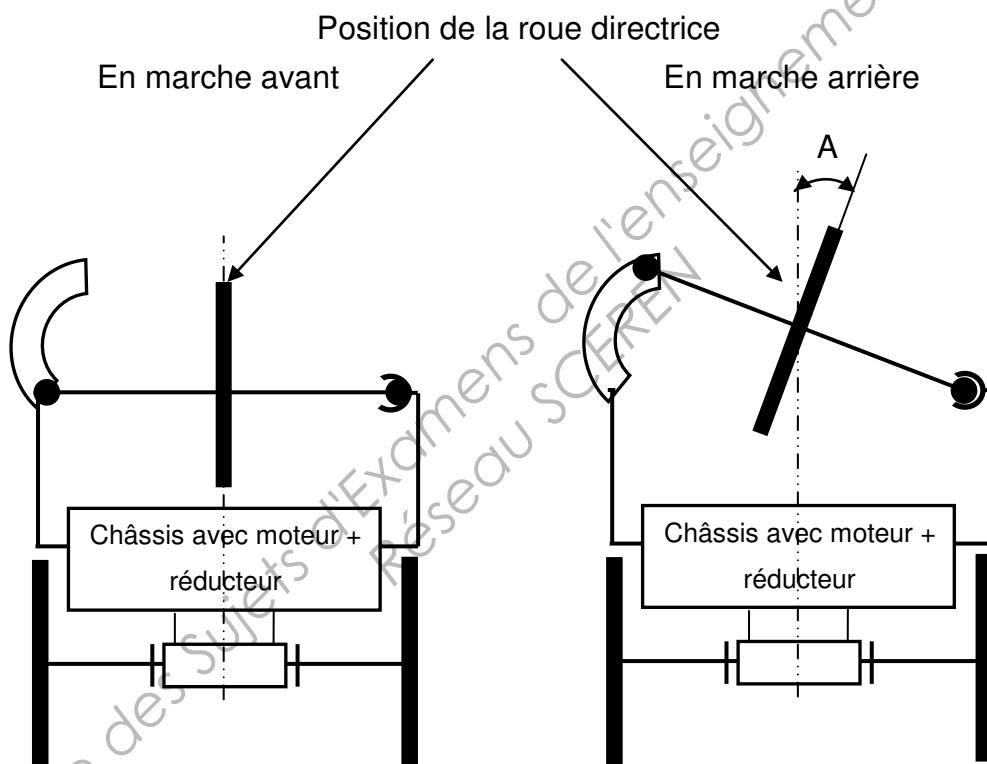

FIGURE 12 (vue de dessus)
E.1 La voiture ne peut se déplacer qu'en ligne droite en marche avant. Pour tourner il suffit de commander la marche arrière. Ainsi, l'axe de la roue avant pivote, lui permettant de tourner dans une direction privilégiée comme indiquée sur la figure 12.